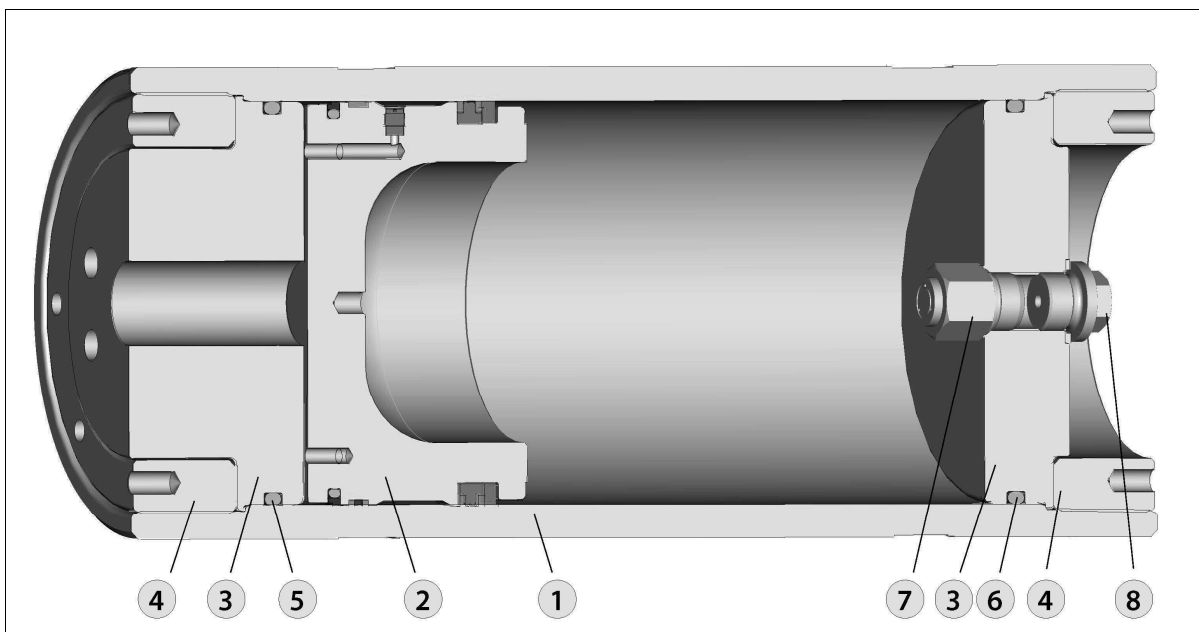

Abbildung 1-1 Übersicht Standard Roth Druckgerät
*Es ist nicht zulässig, den Betrieb der Anlage so zu unterbrechen / zu stoppen, dass der Kolben (siehe Abb. 1-1, Pos. 2) mit hoher Geschwindigkeit auf den ölseitigen Stützen (siehe Abb. 1-1, Pos. 3) aufschlägt (z. B. schnelle ölseitige Druckentlastung ohne Endlagendämpfung)! Ausgenommen hiervon sind Not-Stop-Einrichtungen.*
Roth Druckgeräte sind zylindrische Druckbehälter mit einem Trennglied zwischen Gas- und Flüssigkeitsraum (siehe Abb. 1-1).